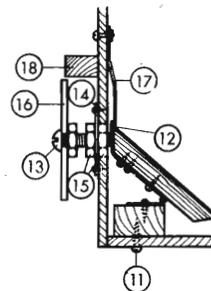

Fig. 246. Montaggio della vite di registrazione.
(40x40 mm) esattamente da una parte o dall'altra su un foro di 12 mm (figura 245). La saldatura avviene con i dadi avvitati sul bullone, per garantire la perfetta corrispondenza dei filetti. Fissiamo ora la lastrina di supporto sulla cassetta, in modo che il dado di fondo si trovi nel foro previsto; il bullone deve toccare esattamente il centro del rinforzo di lamiera (12) (fig. 246).